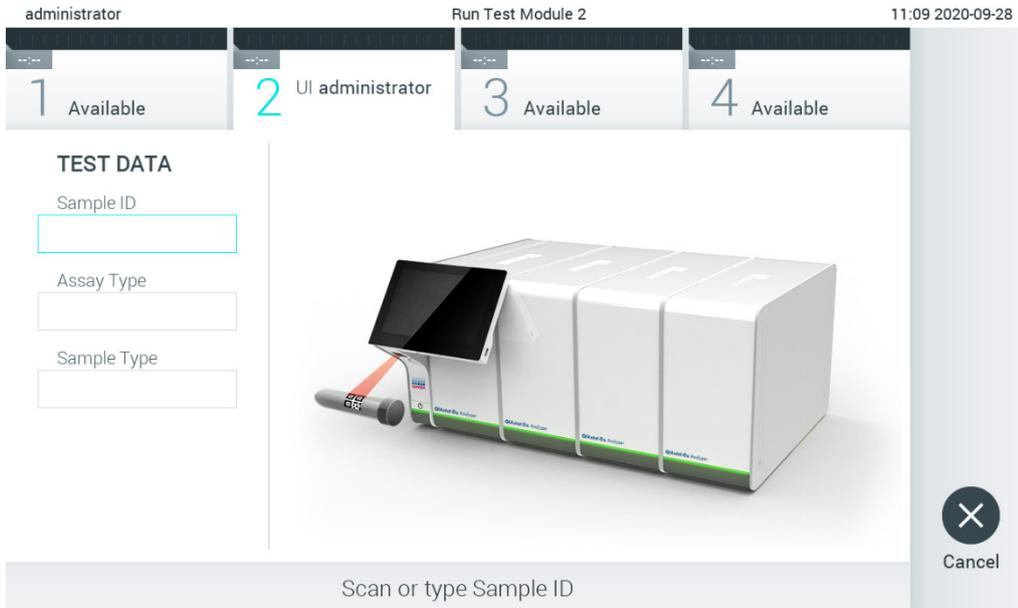

Abbildung 82. Scannen des Proben-ID-Barcodes
2. Scannen Sie nach Aufforderung den Proben-ID-Barcode mit dem im Betriebsmodul integrierten Barcodeleser (Abbildung 82).